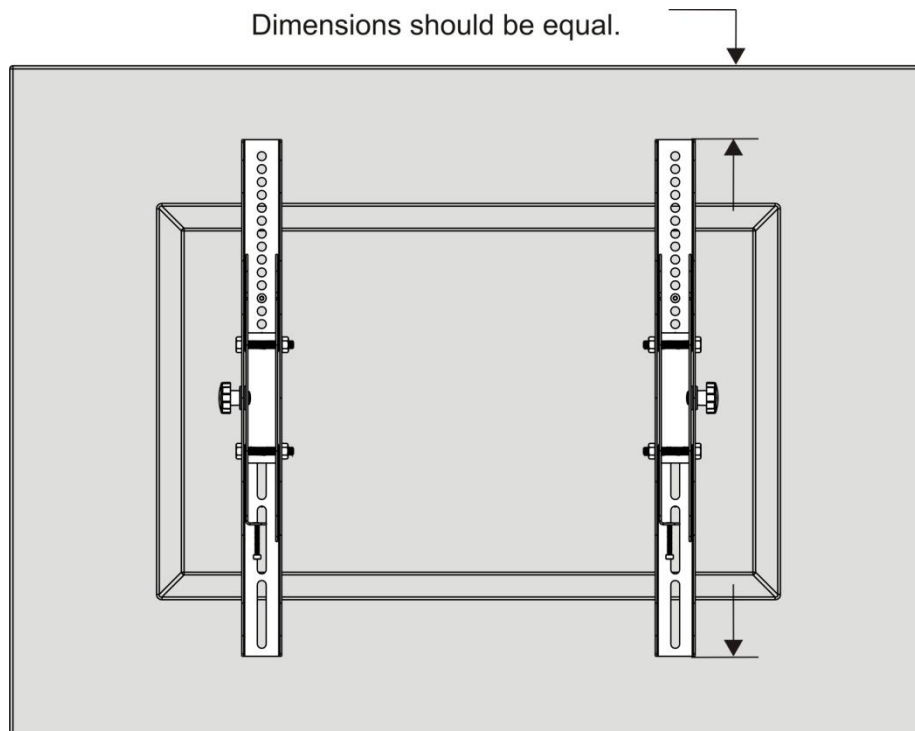

Fig. 5
- Posizionare il televisore con lo schermo rivolto verso il basso. Posizionare le staffe dell'adattatore sulla parte posteriore dello schermo, allineare i fori e centrarli sulla parte posteriore dello schermo, come indicato nella Fig. 5.